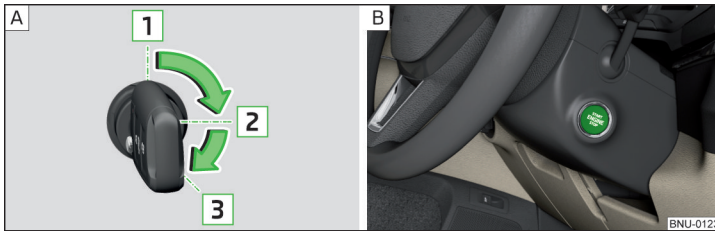

Abb. 243 Positionen des Fahrzeugschlüssels im Zündschloss / Starterknopf
Positionen des Fahrzeugschlüssels im Zündschloss » Abb. 243 - [A]
› Den Knopf drücken » Abb. 243 - [B], die Zündung wird ein-/ausgeschaltet.
- › Bei Fahrzeugen mit **Zündschloss** den Schlüssel in die Position **3** drehen » Abb. 243 auf Seite 211 - [A], es erfolgt der Startvorgang. Dann den Schlüssel loslassen, der Motor springt automatisch an.
- › Bei Fahrzeugen mit **Starterknopf** den Knopf kurz drücken » Abb. 243 auf Seite 211 - [B], der Motor springt automatisch an.
- › Bei Fahrzeugen mit **Zündschloss** den Schlüssel in die Position **1** drehen » Abb. 243 auf Seite 211 - [A].
- › Bei Fahrzeugen mit **Starterknopf** den Knopf drücken » Abb. 243 auf Seite 211 - [B], der Motor und die Zündung werden gleichzeitig ausgeschaltet.
► Den Knopf gedrückt halten » **Abb. 243** auf Seite 211 -  oder zweimal innerhalb von 1 Sekunde drücken.